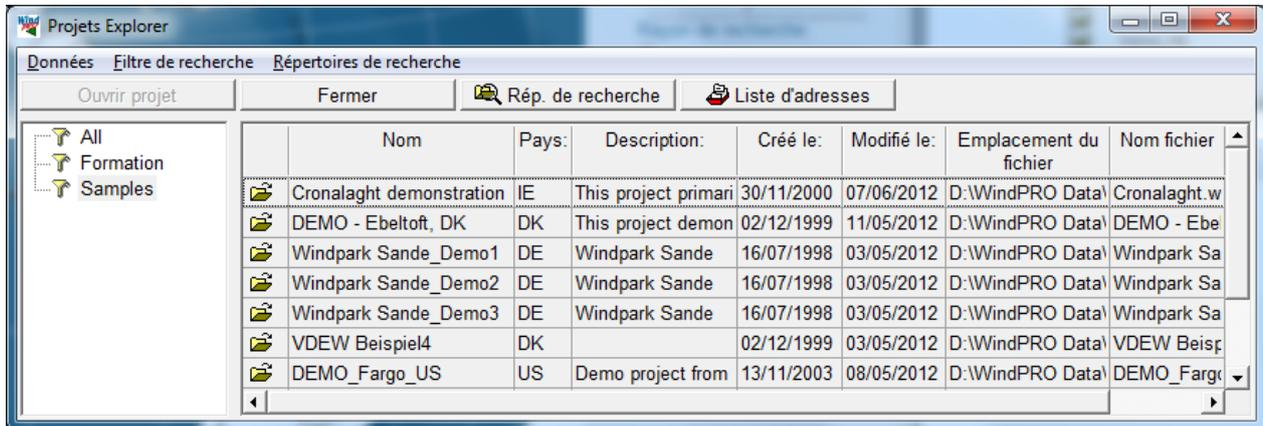

Figure 18
- du *Projets Explorer*, voir Figure 18